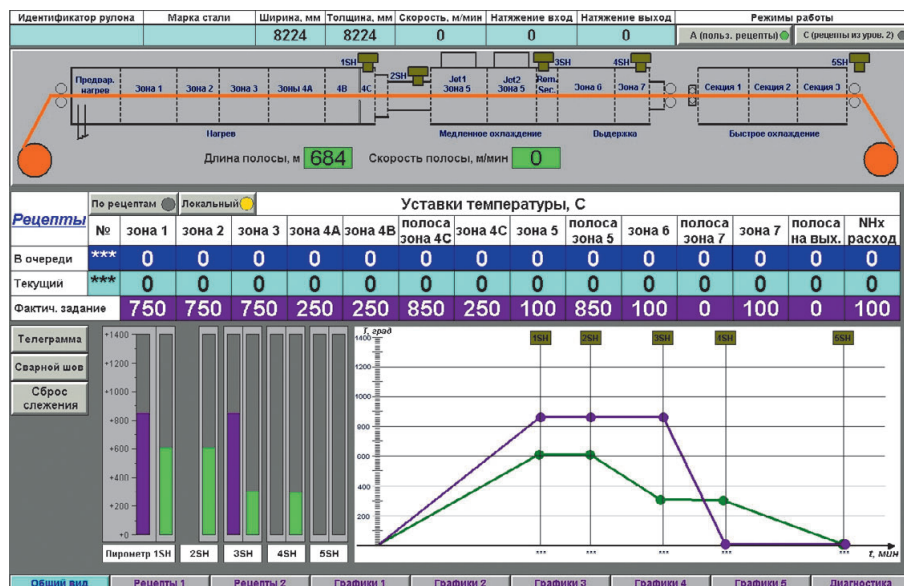

Рис. 8. Главный экран системы визуализации агрегата
Для контроля параметров теплового и газового режимов агрегат оборудован контрольно-измерительными приборами и средствами автоматизации. Они расположены непосредственно на камерах агрегата или трубопроводах. На рис. 8 приведена копия главного экрана системы визуализации агрегата.
- температура в каждой из шести зон (1, 2, 3, 4A, 4B, 4C — см. верхнюю часть рис. 8);